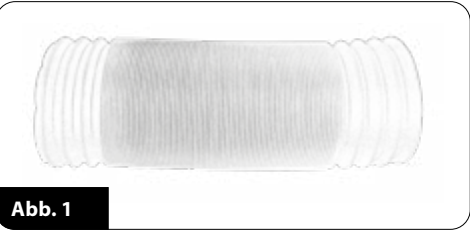

Abb. 1
2. In dem Warmluft-Ableitungsrohr (15) ziehen Sie die Außenringe an den beiden Rohrenden heraus, so dass die Ausrüstung frei angeschraubt werden kann (Abb.1).